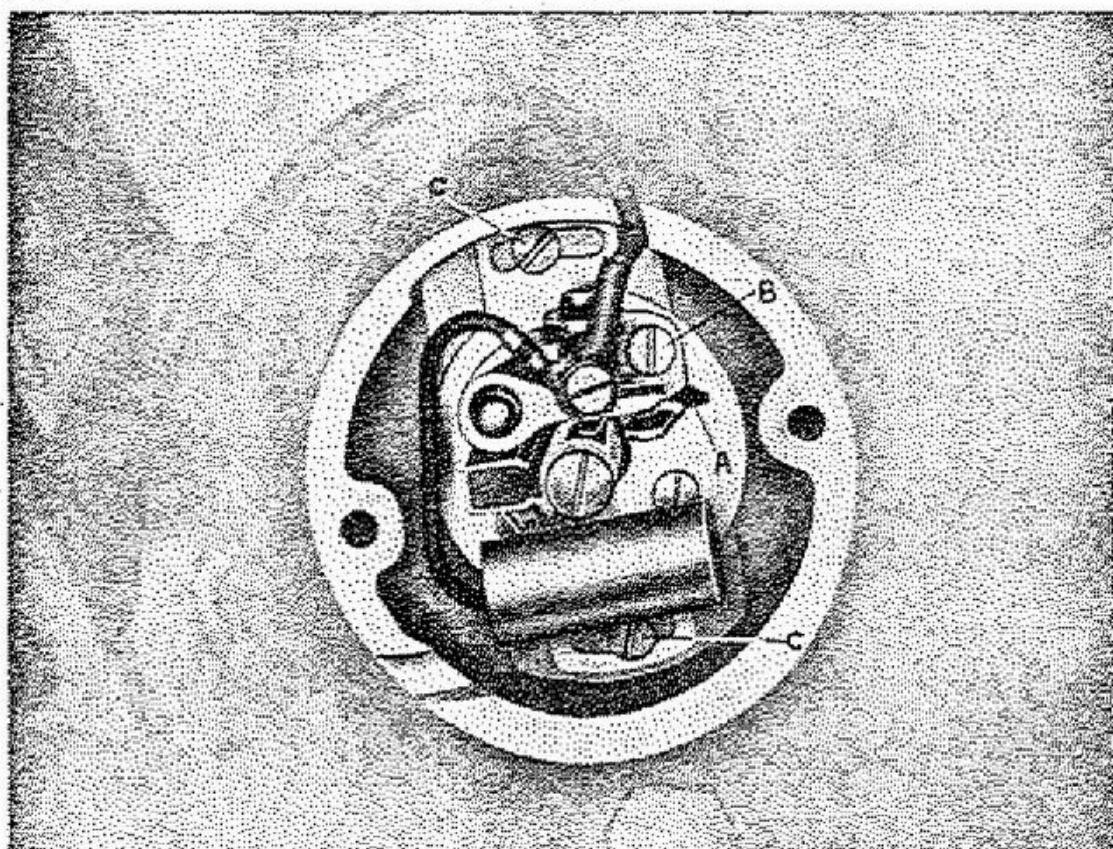

Fig. 15
5. Registrare il ruttore (vedi fig. 15).
Allentare le viti C del ruttore (vedi fig. 15) e ruotare il ruttore stesso in senso orario per ritardare o in senso antiorario per anticipare.